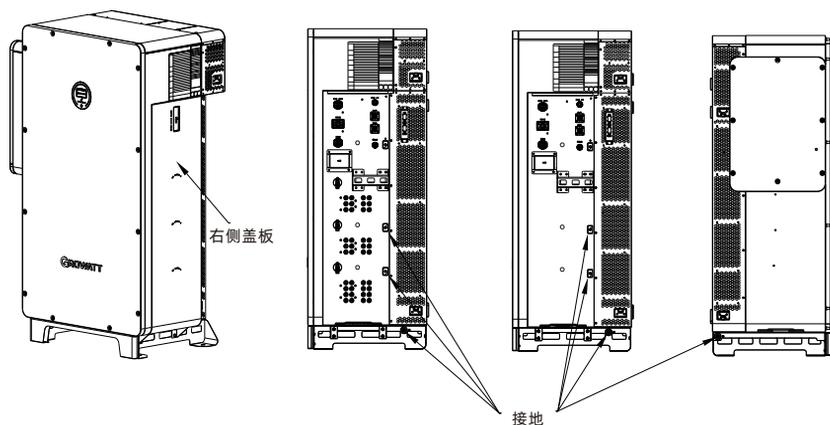

图 6.1 保护接地位置说明
4. WIT 50-100K系列储能变流器保护接地位置如图6.1所示，需要将机器右侧上盖板拆除后才可见接地位置。
1. 打开机器右侧防护盖板，位置如图6.1所示；